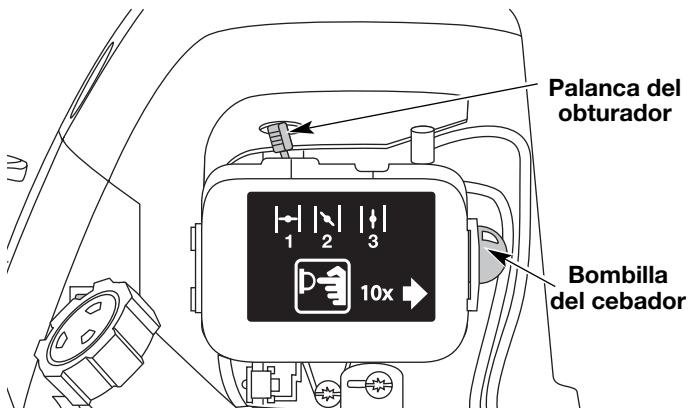

Fig. 7
4. Oprima completamente el cebador y suéltelo 10 veces. Hágalo lentamente. Se deberá ver un poco de combustible en el cebador y en las tuberías de alimentación de combustible (Fig. 7). Si no puede ver el combustible en el cebador, oprímalos y suéltelos tantas veces como sea necesario hasta que vea combustible en el mismo.
5. Coloque la palanca del obturador en **Posición 1** (Fig. 7).